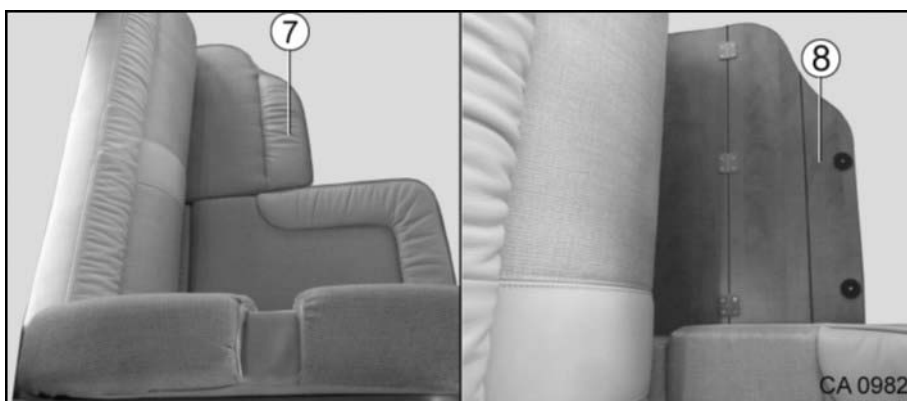

Fig. 20 Transformation de la banquette latérale en siège pour la route
1. Enlever le coussin (Fig. 20/7).
2. Relever le panneau de bois divisé (Fig. 20/8) et le plier.